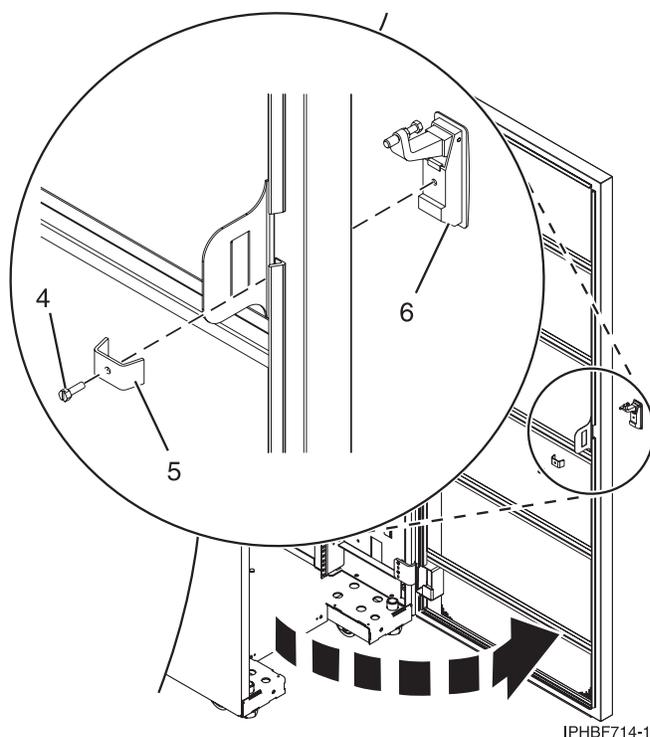

Figure 28. Retrait du loquet du volet
- b. Sur la partie intérieure du volet, retirez la vis 4 qui fixe le verrou sur le volet de l'armoire (voir figure 28).
- a. Sur la partie avant du volet, insérez le verrou à clé de l'armoire dans le logement du loquet 6 (voir figure 28).